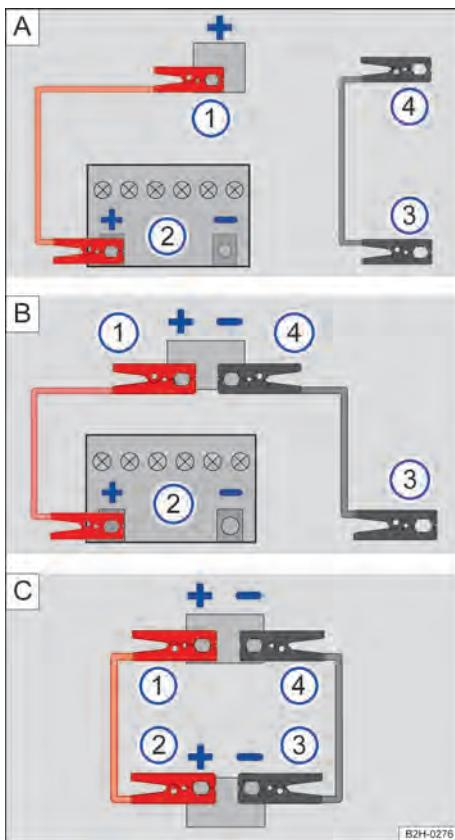

Fig. 207 No compartimento do motor: conexões para o cabo auxiliar de partida (representação esquemática).
Legenda para Fig. 207:
- → Fig. 207 **A**: Conexão entre a bateria do veículo fornecedor de energia **②** e **③** e o ponto de auxílio à partida do veículo com bateria do veículo descarregada **①** e **④**.
- → Fig. 207 **B**: Conexão entre a bateria do veículo fornecedor de energia **②** e **③** e os dois pontos de auxílio à partida do veículo com bateria do veículo descarregada **①** e **④**.
- → Fig. 207 **C**: Conexão entre a bateria do veículo fornecedor de energia **②** e **③** e os dois pontos de auxílio à partida do veículo com bateria do veículo descarregada **①** e **④**.
- Conectar uma ponta do cabo auxiliar de partida **vermelho** ao polo positivo **+** do veículo com a bateria descarregada → Fig. 207 **①**.
- Conectar a outra ponta do cabo auxiliar de partida **vermelho** ao polo positivo **+** do veículo com a bateria fornecedora de energia → Fig. 207 **②**.
- Conectar uma extremidade do cabo auxiliar de partida **preto** → Fig. 207 **③**, de preferência, num ponto de aterramento (ponto de auxílio à partida) **-**, ou então, na argola de reboque dianteira roscada, conectar uma peça metálica firmemente aparafusada com o bloco do motor ou no próprio bloco do motor.
- Conectar a outra extremidade do cabo auxiliar de partida **preto** → Fig. 207 **④** no veículo com a bateria do veículo descarregada, de preferência, a um ponto de ponto de aterramento (ponto de auxílio à partida) **-**, uma peça metálica firmemente aparafusada com o bloco do motor ou no próprio bloco do motor → **▲**.
- Em motores em funcionamento, desconectar o cabo auxiliar de partida somente na sequência → Fig. 207 **④** **③** **②** **①**.